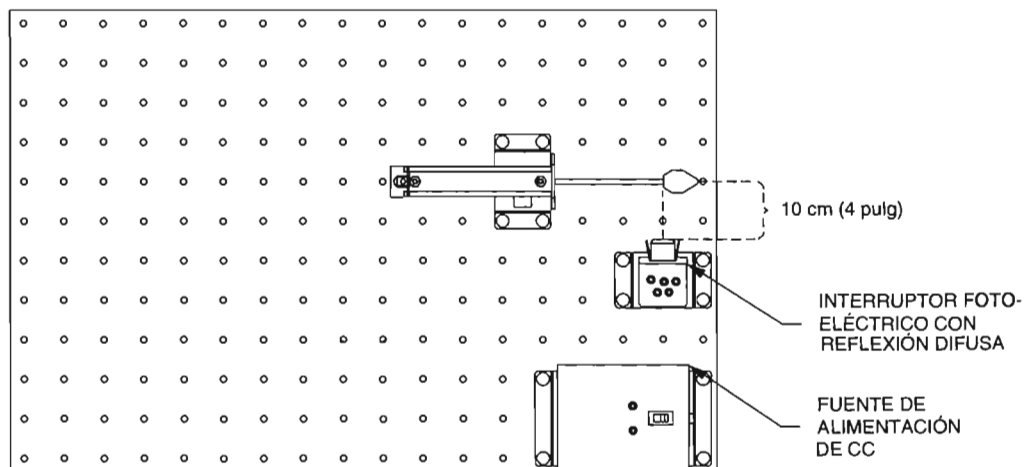

Figura 4-16. Posición del Interruptor fotoeléctrico.
- ☐ 1. Posicione el Interruptor fotoeléctrico con reflexión difusa y el Cilindro de doble acción como se muestra en la figura 4-16. Conecte el circuito mostrado en la figura 4-17.